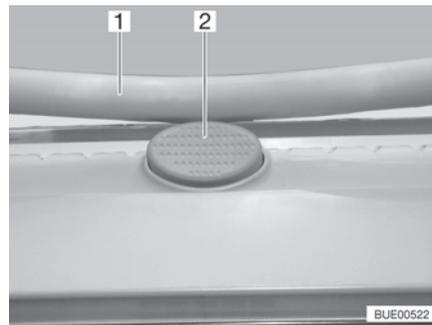

Bild 43 Sicherungsknopf (Heki-Dachhaube)
- Den Sicherungsknopf (Bild 43,2) drücken und den Bügel (Bild 43,1) mit beiden Händen nach unten ziehen.
- Den Bügel mit beiden Händen nach oben drücken, bis der Bügel oberhalb des Sicherungsknopfes (Bild 43,2) liegt.